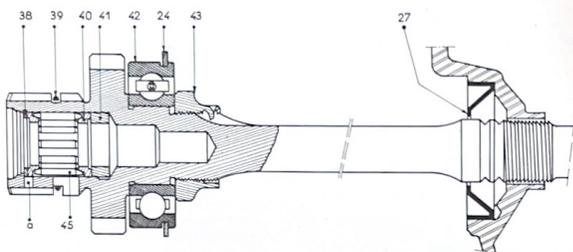

Fig. 3.10. - Eje de entrada (eje del embrague).
3.2.1.1. Desarmado del eje de entrada (eje de embrague (fig. 3.10).
a) Con un cortafíos, hacer saltar el metal de la tuerca (43) remachado sobre el fresado del eje de entrada. Retirar la tuerca, que lleva rosca- do a izquierdas.